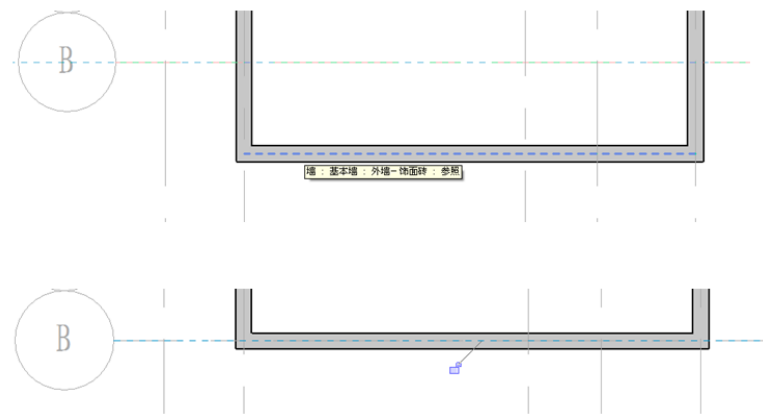

图 3-21
- 1) 调整外墙位置：单击工具栏中的“对齐”命令  对齐，移动光标单击拾取 B 轴线作为对齐目标位置，再移动光标到 B 轴下方的墙上，按 Tab 键拾取墙的中心线位置单击拾取，移动墙的位置，使其中心线与 B 轴对齐，如图 3-21 所示。